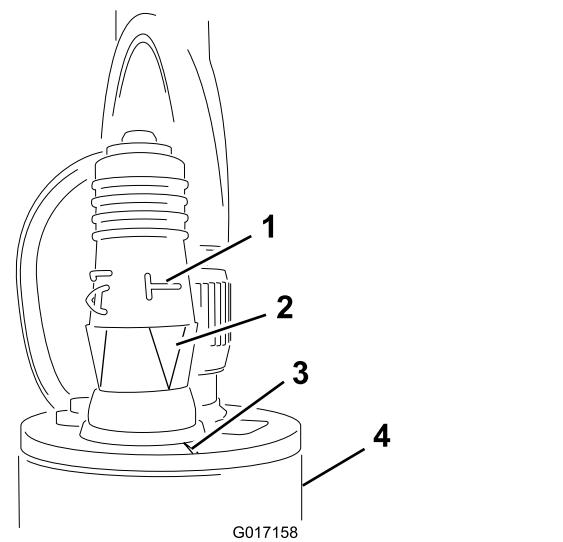

図 22
3. センサーにプログラミングプラグを取り付ける図 22。
重要側面の“T”の下にある矢印が、センサーの上面の縁についているノッチと整列していることを確認してください図 22。